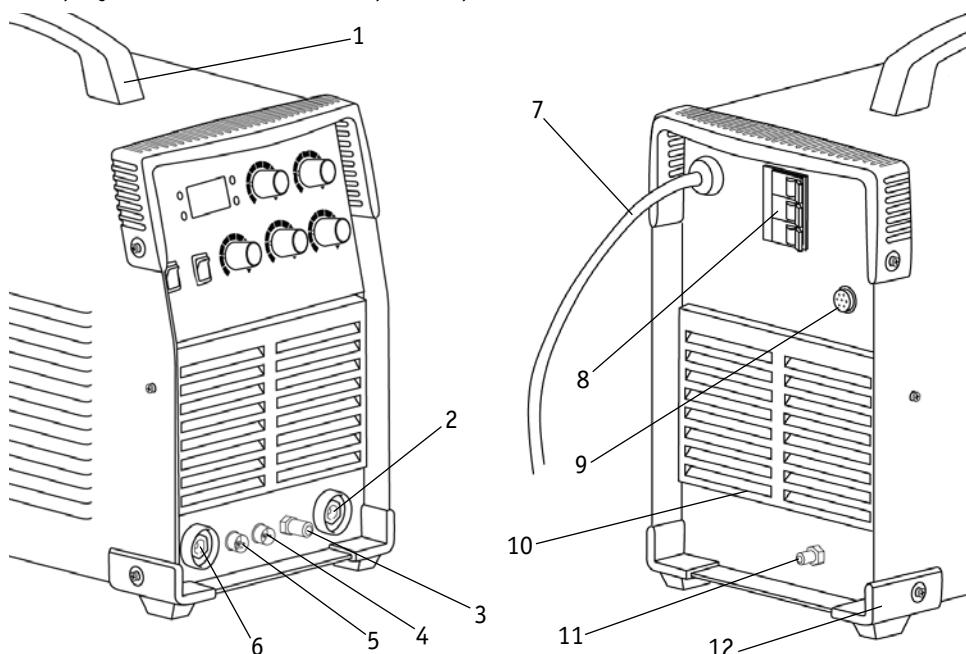

Рис. 6.1. Вид источника питания спереди и сзади.
3. Подключайте сварочные принадлежности для TIG сварки в следующем порядке. Подключите силовой разъем с подводом газа горелки в панельный разъем (См. рис. 6.1, п. 3) на передней панели аппарата. Закрутите его до упора по часовой стрелке. Убедитесь в плотной фиксации соединения.
4. Подключите 2-ріп разъём горелки к соответствующему разъёму на передней панели аппарата (См. рис. 6.1, п. 4).
6. Вставьте силовой наконечник кабеля клеммы заземления в панельную розетку со знаком «+» (См. рис. 6.1, п. 6) на передней панели аппарата. Поверните его до упора по часовой стрелке. Убедитесь в плотной фиксации соединения. Закрепите клемму заземления на заготовке.